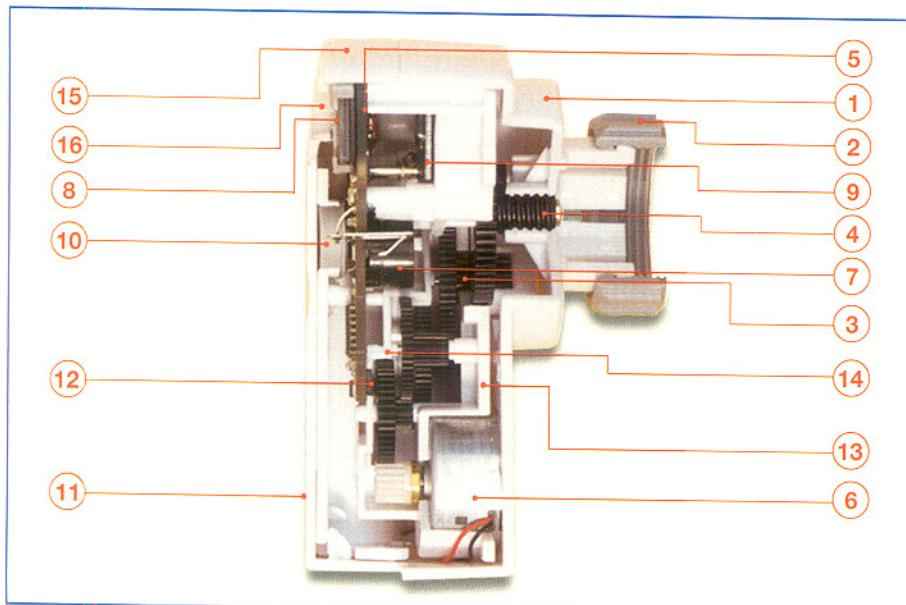

Bild 10: Das Schnittmodell des Ventilantriebs zeigt die Komplexität von Mechanik und Elektronik. Erläuterungen siehe Text.
Das Schnittmodell in Abbildung 10 ermöglicht einen Einblick in den Aufbau. Die untere Gehäuseschale (1) ist mit einer Überwurfmutter M30 x 1,5 mm (2) versehen, mit der der Antrieb auf das Ventil aufgeschraubt wird. In dem Unterteil befindet sich das Antriebsrad (3), das über eine Gewindeschnecke (4) die Drehbewegung in eine Längsbewegung wandelt.